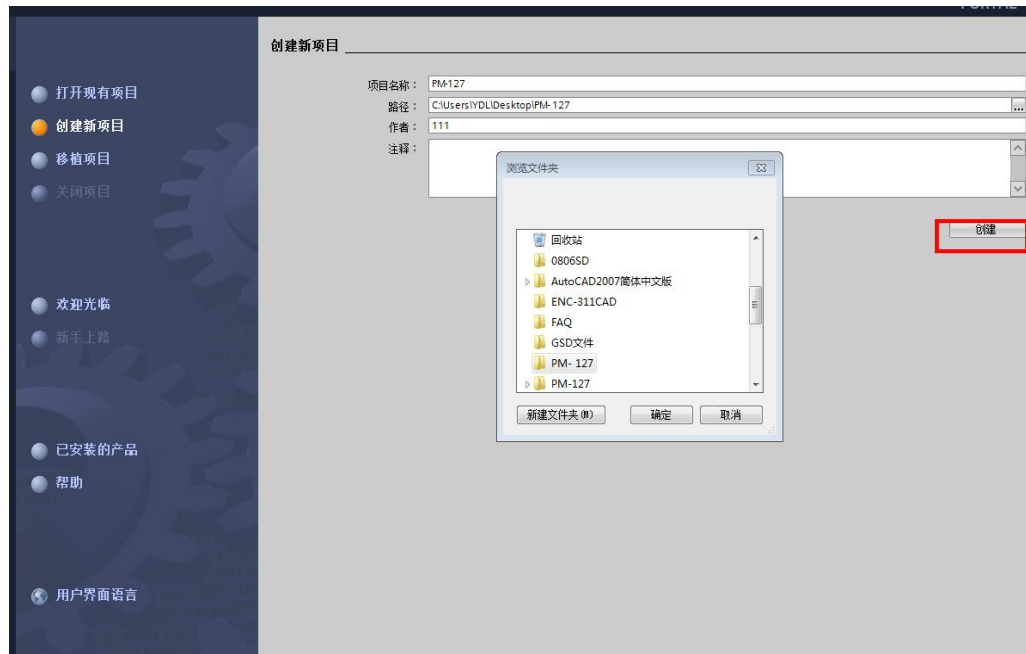

图2 创建新项目
1.2. 左侧点击“创建新项目”，可在右边界面设置项目名称，保存路径等选项，点击“创建”便可建立一个新的项目，如图 2 所示：